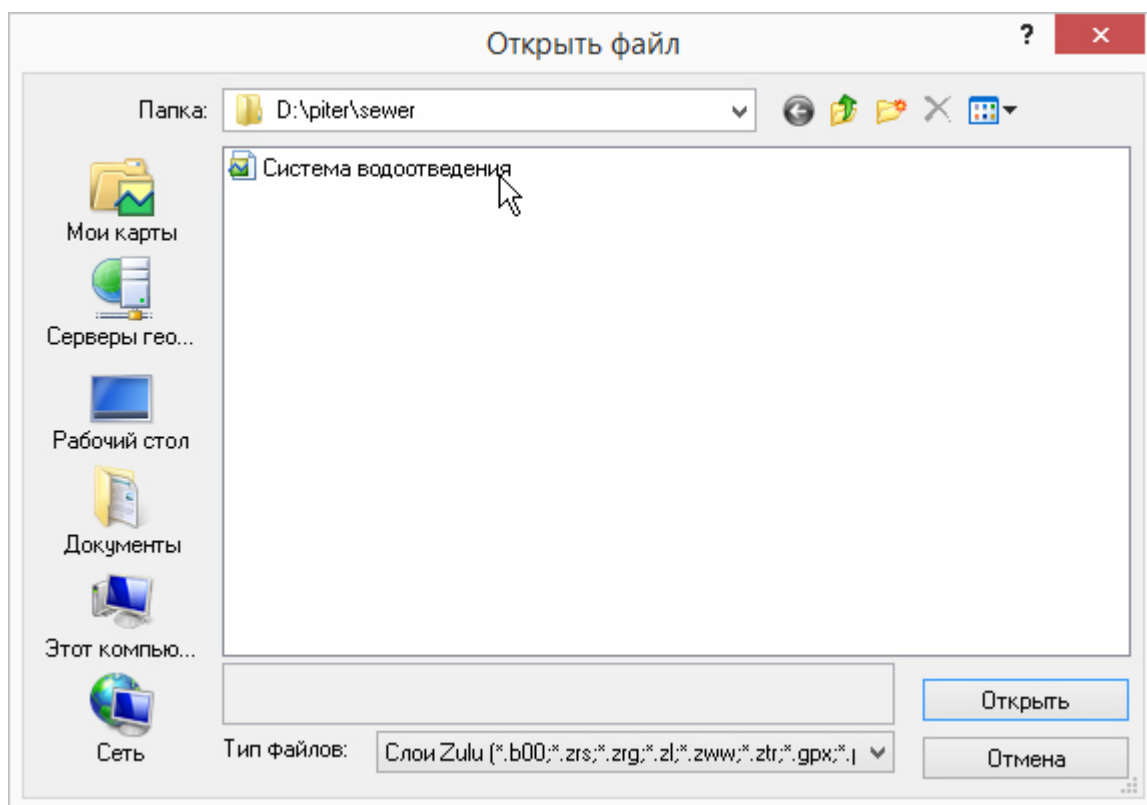

Рисунок 13. Выбор слоя для загрузки
1. Выполните команду главного меню Карта/Добавить слой, либо нажмите кнопку  панели инструментов. На экране появится диалог выбора слоя (Рисунок 13. «Выбор слоя для загрузки»).